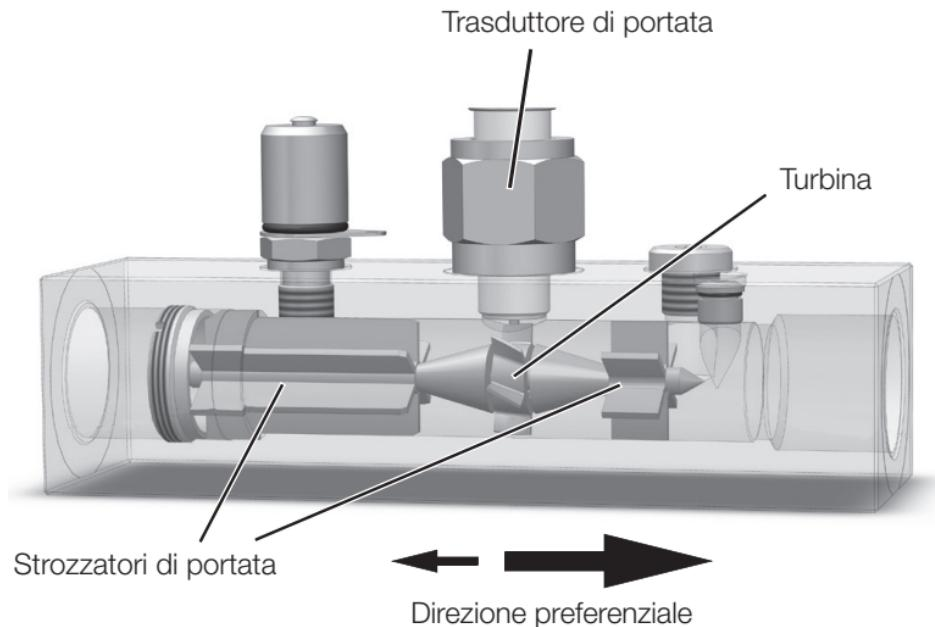

Fig. 2: Design e funzionamento
-  Non svitare mai dall'involucro il trasduttore di portata (☞ Fig. 2 a pagina 206)!
- ▶ Non ribaltare mai il trasduttore di portata (☞ Fig. 2 a pagina 206) o non rimuoverlo dall'involucro!